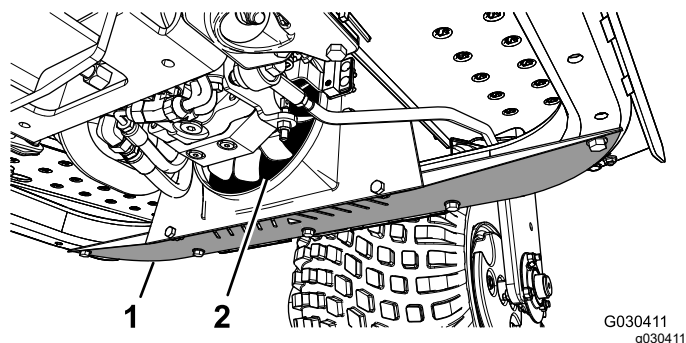

图 45
1. 卸下下护罩 图 45。
2. 使用延长管将压缩空气吹入风扇叶片之间 图 45 将杂物从其进入的方向吹出。